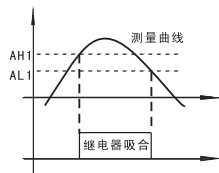

图1
- ① 设定AH1=AL1, 继电器无效;
- ② AH1>AL1继电器动作见图1 常用于上限报警;